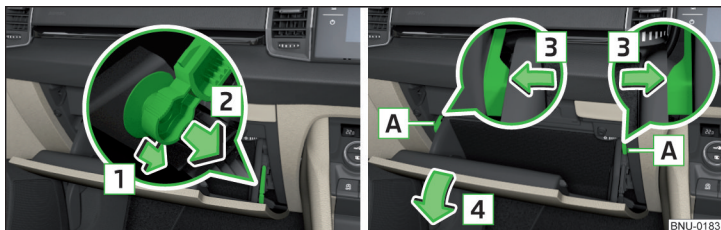

Abb. 341 Ablagefach auf der Beifahrerseite
- › Die Bremsstange in Pfeilrichtung **1** entriegeln und in Pfeilrichtung **2** lösen » Abb. 341.